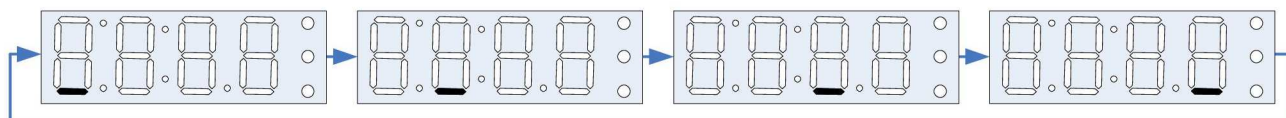

Рис. 30
4.3.8 В режиме «Ожидания СОД» нижние сегменты всех разрядов индикатора поочерёдно периодически засвечиваются, как показано на Рис. 30.